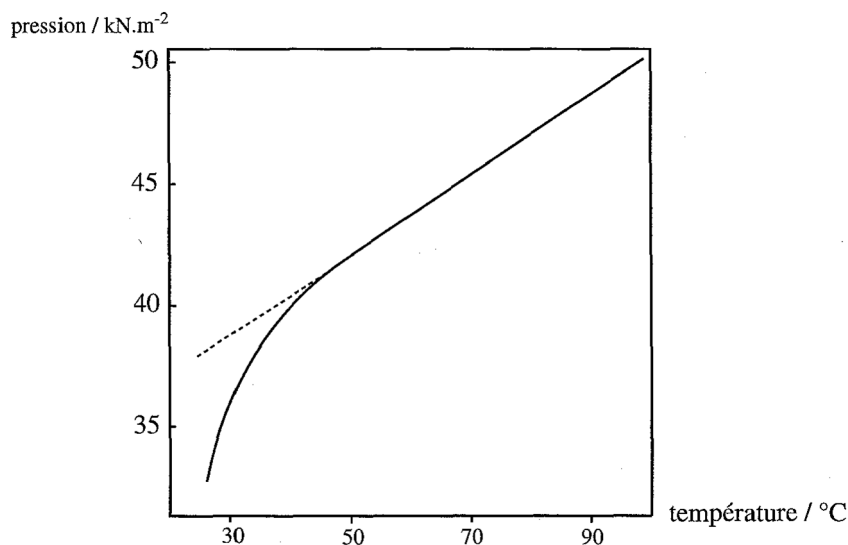

FIGURE 1 – Pression d'équilibre en fonction de la température
3. Où peut-on lire P_A^* sur la figure 1 ?
4. Montrer que la constante d'équilibre de l'équilibre (1) peut se mettre sous la forme :